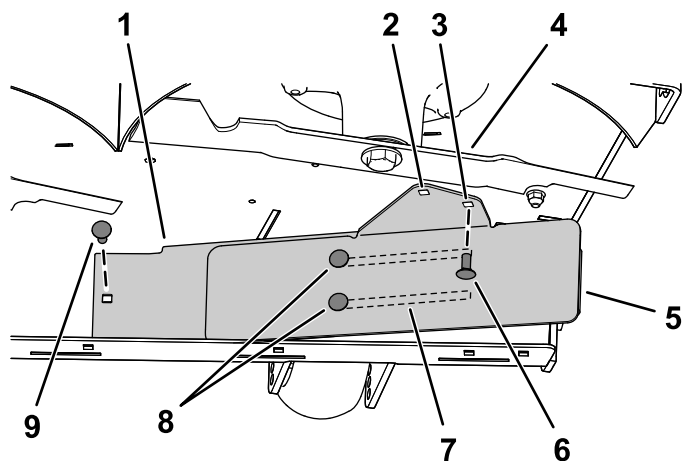

Figure 9
3. Fixez le côté gauche du déflecteur à l'aide d'un boulon de carrosserie (5/16" x $\frac{3}{4}$ ") et d'un écrou à embase (5/16"), comme montré à la Figure 9.
4. Desserrez les 2 boulons de carrosserie (5/16" x $\frac{3}{4}$ ") dans les fentes du déflecteur et faites glisser le déflecteur jusqu'à ce que le trou soit en face du trou dans le plateau de coupe (Figure 9).
5. Montez le déflecteur comme montré à la Figure 9.
Important: Veillez à utiliser le trou correct pour le déflecteur ; voir Figure 9.
6. Serrez les 2 boulons de carrosserie (5/16" x $\frac{3}{4}$ ") dans les fentes du déflecteur (Figure 9).